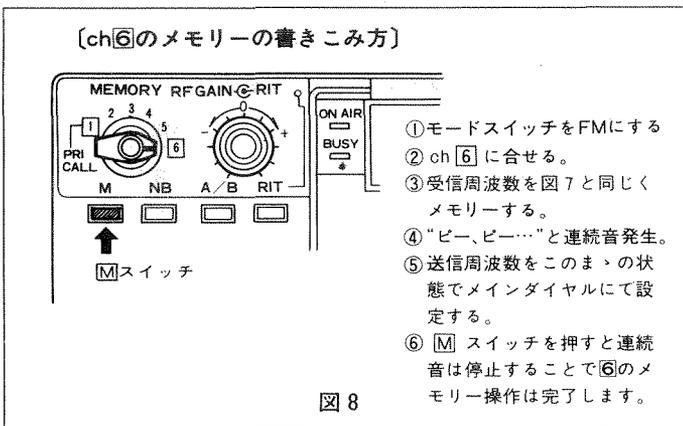

図 8
また、⑥メモリーチャンネルは、FMモードにて送信、受信で異なるメモリーが可能です。受信メモリーのしかたは①～⑤チャンネルのときと同じですが、Mスイッチを押しますと“ピーピー……”と連続音が発生します。この状態で再度送信周波数をメインダイヤルにて設定し、もう一度Mスイッチを押せば、送受信異なる周波数がメモリーできます。SSB/CWモードでは通常メモリー動作に自動的にになります。（図8参照）